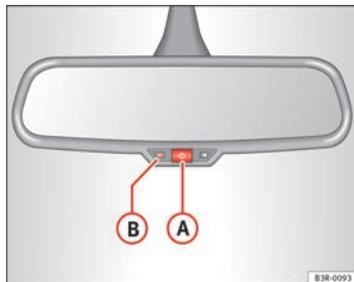

Fig. 103 Retrovisor interior con ajuste para posición antideslumbrante: Testigo de control e interruptor
- Pulse la tecla **A** ⇒ fig. 103. El testigo de control **B** se apaga.
- Pulse la tecla **A** ⇒ fig. 103. El testigo de control **B** se enciende.